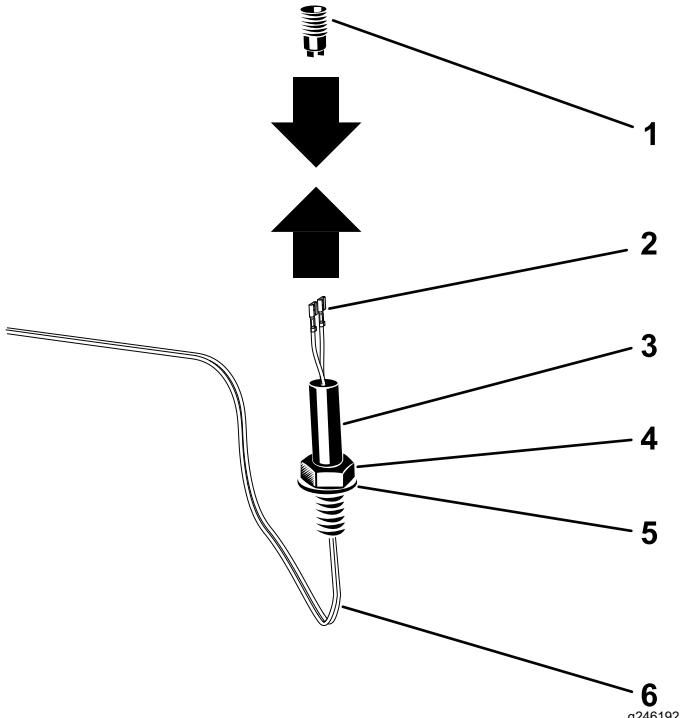

図 6
3. ワイヤーハーネスをナット、ワッシャー、ビーコンソケットの上を通して配線します。端子をビーコンコネクタ図 6に接続します。